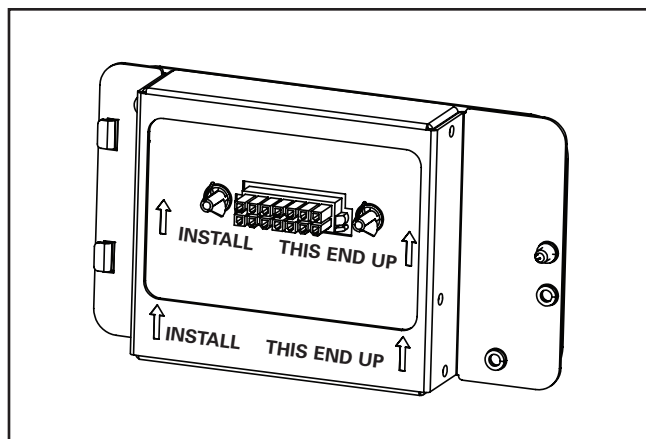

Figure 2
4. Fixez le nouveau boîtier de pilote enfichable tout en vous assurant que la flèche indiquant « INSTALL THIS END UP » (installer ce côté vers le haut) pointe vers le haut (Figure 2) et mettez-le sur le boîtier.